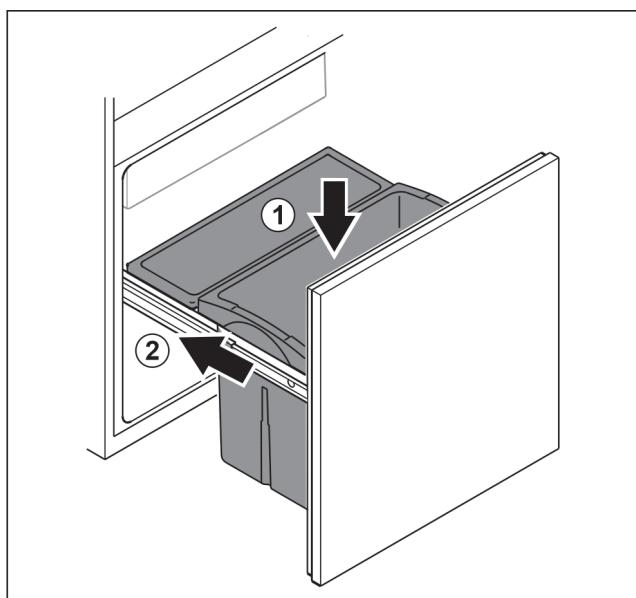

Fig. 102
- ▶ Поставете чекмеджето отгоре. Fig. 102 (1)
- ▶ Вкарайте изтеглящата се ракла. Fig. 102 (2)